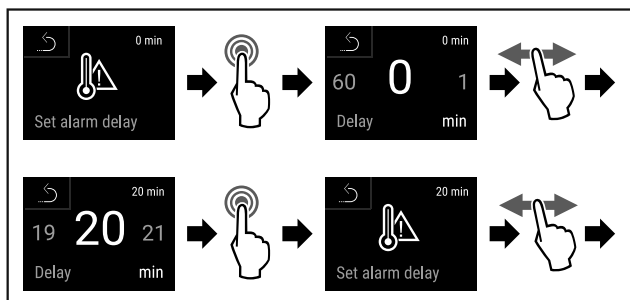

Fig. 142
- ▶ Stappen (zie Fig. 142) uitvoeren.